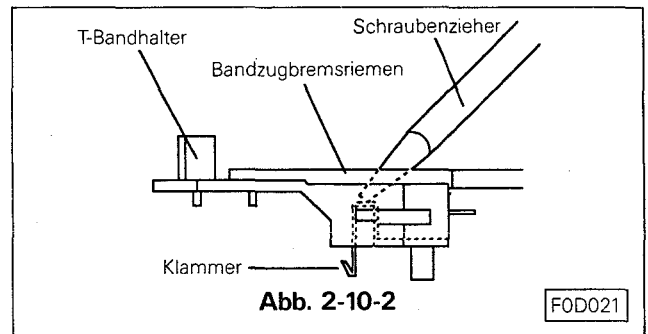
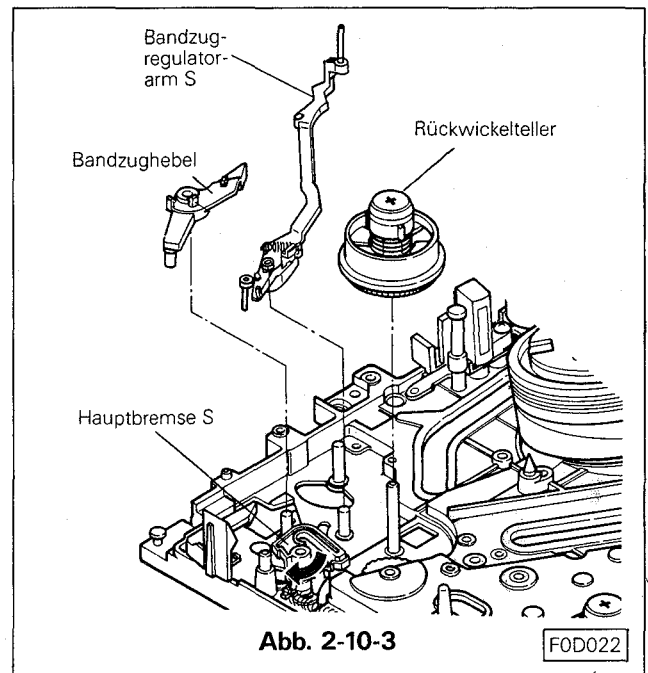

Abb. 2-10-2
Abb. 2-10-3
- Die Klammer des T-Bandhalters mit einem schmalen Schraubenzieher lösen (siehe Abb. 2-10-2) T-Bandhalter vorsichtig entfernen, beachten Sie, daß das Bremsband nicht verschmutzt.
- Den Sicherungsring (D), vom Bandzugarm entfernen und den Bandzugarm nach oben hin herausnehmen.
- H. Hauptbremse S lösen und den Bandzughebel vom Schaft entfernen. (Siehe Abb. 2-10-3)
- J. Wird die Hauptbremse S etwas im Uhrzeigersinn gedreht, Kann der Wickelteller vom Chassis nach oben hin entfernt werden. Siehe Abb. 2-10-3.
Beim Einsetzen des T-Bandhalter darauf achten, daß der Haken am Halter fest im Chassis einrastet, ist das Einrasten schwierig, benutzen Sie einen kleinen Schraubenzieher und drücken den Haken leicht ins Chassis. (Siehe Abb. 2-10-2)